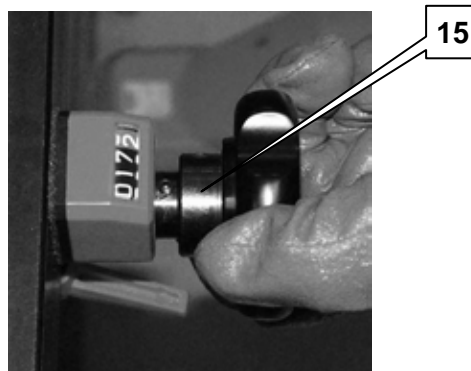

Fig. 4.62 – Knob turning
- 9.2 turn knob **15** (fig. 4.62);